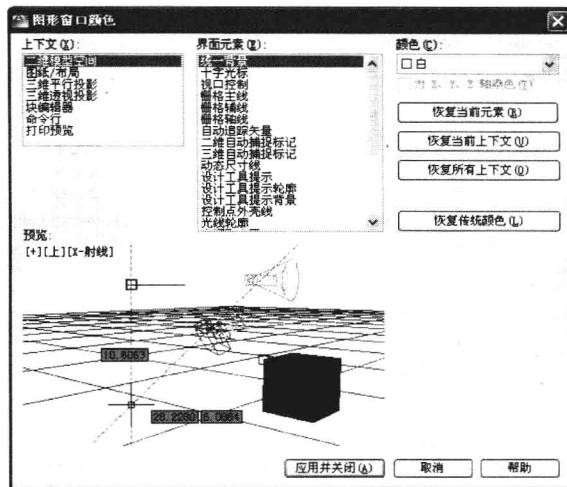

图 1-3 “图形窗口颜色”对话框
- 01** 选择菜单栏中的“工具”→“选项”命令，打开“选项”对话框，选择“显示”选项卡，单击“窗口元素”选项组中的“颜色”按钮，将打开如图 1-3 所示的“图形窗口颜色”对话框。